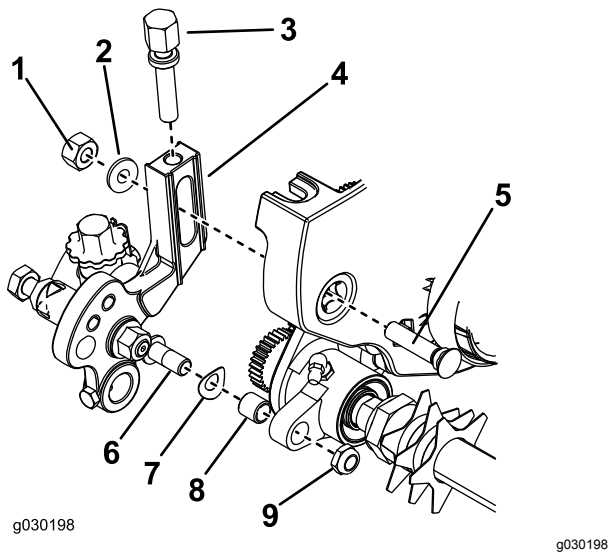

Figura 13
1. Instale el casquillo en el orificio del conjunto de transmisión derecho del groomer (Figura 13).
2. Enrosque el tornillo de ajuste de la altura de corte en la parte superior del brazo de ajuste derecho (Figura 13).
3. Instale la arandela de muelle en el extremo de la varilla del conjunto de brazo de ajuste de la altura de corte (Figura 13).
4. Instale el conjunto de brazo de ajuste derecho en la chapa lateral de la unidad de corte usando un perno avellanado, una tuerca y una arandela especial (Figura 13).
5. Sujete el extremo de la varilla del brazo de ajuste al conjunto de transmisión del groomer con la contratuerca (Figura 13).
7. Instale el casquillo en el orificio del conjunto de transmisión izquierdo del groomer (Figura 13).
8. Enrosque el tornillo de ajuste de la altura de corte en la parte superior del brazo de ajuste izquierdo (Figura 13).
10. Instale la arandela de muelle en el extremo de la varilla del conjunto de brazo izquierdo de ajuste de la altura de corte (Figura 13).
11. Instale el conjunto del brazo de ajuste izquierdo en la chapa lateral de la unidad de corte usando un perno avellanado, una tuerca y una arandela nueva (Figura 13).
12. Sujete el extremo de la varilla del brazo de ajuste al conjunto de transmisión del groomer con una contratuerca (Figura 13).